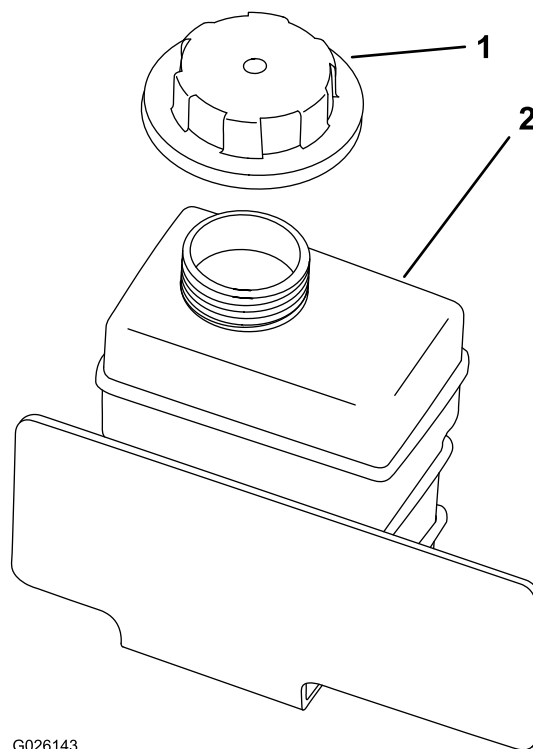

Рисунок 19
2. Проверьте уровень охлаждающей жидкости в расширительном бачке (Рисунок 19).